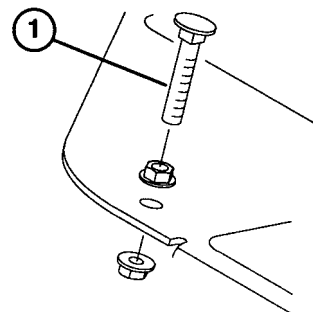

図 42
1. 走行ペダルを一杯まで踏み込んでみる。ペダルがストップ（図42）に当たる前にケーブルが張ってしまうようなら以下の手順で調整する：